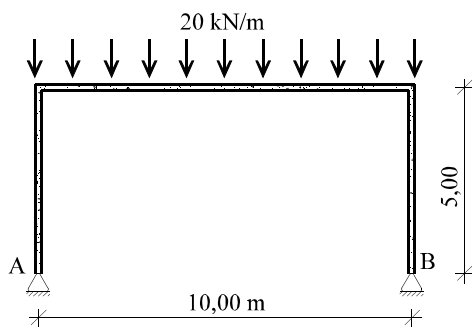

Figura 18
18) Dibujar y acotar la ley de momentos flectores del pórtico de la figura 18.